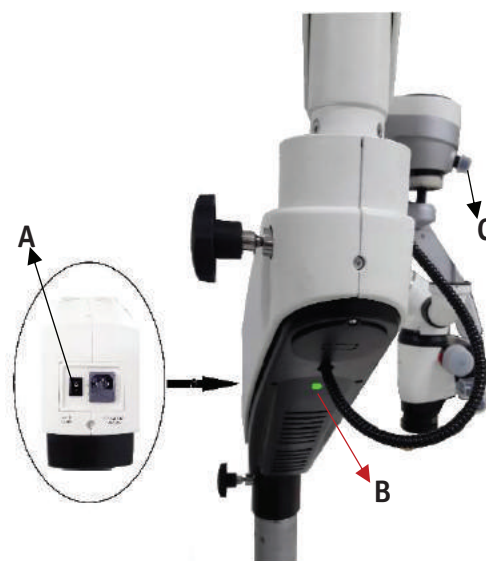

Fig. 14
L'interrupteur MARCHE/ARRÊT (A) est situé à l'arrière du bras pivotant. En position ON, un LED vert (B) s'allume, et le ventilateur de refroidissement commence à fonctionner comme indiqué dans la Fig. 14.
Régler la commande d'intensité lumineuse (C) à l'intensité minimale avant de mettre le système en marche comme indiqué dans la Fig. 14.